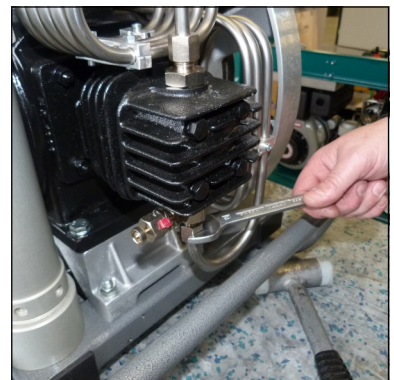

Abb. 1 - Rohrleitungsverschraubungen lösen
- Rohrleitungsverschraubungen festziehen (Abb. 1).